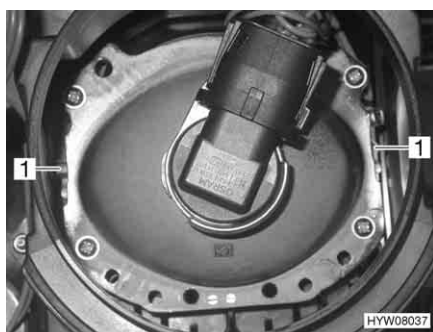
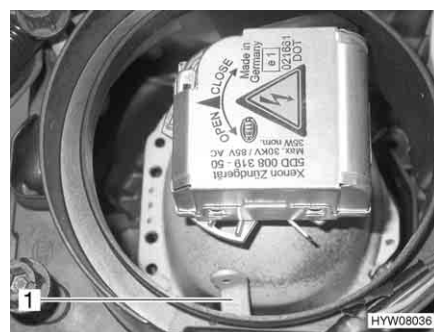

Fig. 128 Conversione fari anteriori
Fig. 129 Conversione fari anteriori (fari Xenon)
- Inclinare tutte le leve di conversione (Fig. 128,1 o Fig. 129,1) presenti sull'altro lato.